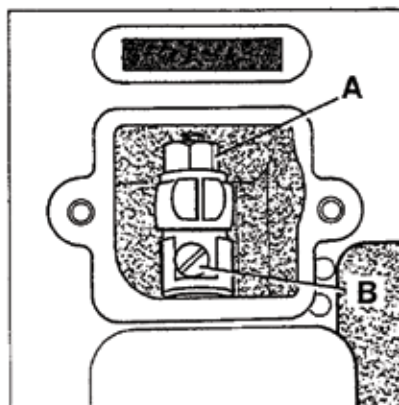

Fig.12
To change the stitch length, remove the cover plate located below the serial number of the machine. Loosen lock nut (A, Fig. 12) and turn stitch length adjusting screw (B) clockwise to shorten stitch or counterclockwise to lengthen it. After adjustment retighten lock nut (A) and replace the cover plate.
Zum Verändern der Stichlänge entfernen Sie den Deckel unter der Seriennummer der Maschine. Lösen Sie die Mutter (A, Fig. 12) und drehen die Stichlängenstellschraube (B) im Uhrzeigersinn, um den Stich zu verkürzen oder im Gegenuhrzeigersinn, um ihn zu verlängern. Ziehen Sie die Mutter (A) nach dieser Einstellung wieder an und schrauben den Deckel wieder auf.